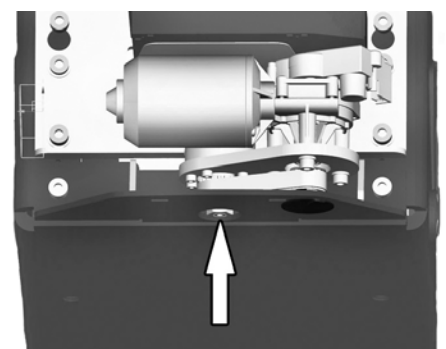

Abbildung 200. Entfernen Sie die Schutzabdeckung aus Gummi unter dem Fahrgestellkasten, um Zugang zur Achse der Sitzhöhenverstellung zu bekommen.
3. Verwenden Sie den mitgelieferten Schraubenschlüssel, um manuell den Winkel der Sitzhöhenverstellung anzupassen, d. h. um die Sitzhöhenverstellungsachse zu drehen. Der Zugang erfolgt durch die Bohrung in der Unterseite des Fahrgestellkastens. Siehe Abb. 200.